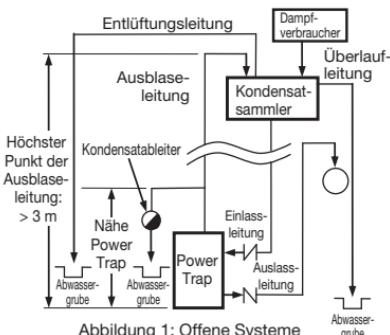

Abbildung 1: Offene Systeme
(3) Druckminderventil in der Zuleitung des Antriebsmediums:
(4) Ausblasleitung:
- Nur bei offenen Systemen:** Ausblasleitung an einen Freischwimmer-Kondensatableiter anschließen, dessen Kondensatzuleitung direkt über dem Auslass am Gehäuse abweigt (Abb. 1).